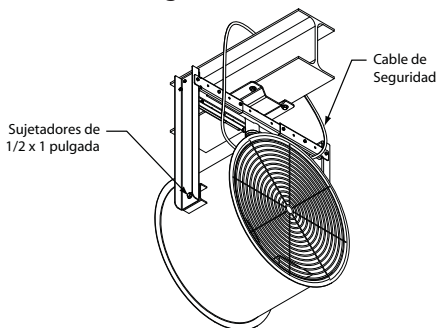

Figura 10 — Se Muestra el Soporte de Montaje en Cielo con el Cañón de Aire Industrial
- Alinee la carcasa del ventilador en la posición que desee para el flujo de aire y fíjela al Soporte de Montaje en Cielo ensamblado usando (2) sujetadores de 1/2 x 1 pulgada.
- Monte el soporte en un cielo estructuralmente adecuado o en una viga en doble T usando (4) sujetadores de 1/2 x 1 pulgada.
- Conecte el cable de seguridad para brindar protección contra caídas. Fíjelo al cielo o a la viga en doble T a través del cáncamo de suspensión que se encuentra en la parte superior de la carcasa del ventilador. Permita que el cable de seguridad esté lo suficientemente aflojado para permitir ajustes en el cañón de aire industrial. Consulte la Figura 10.